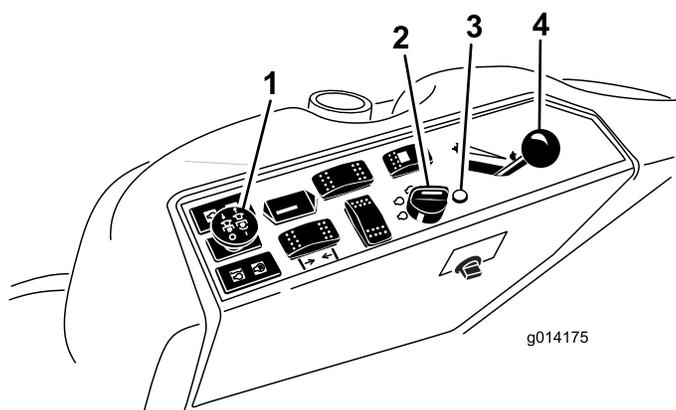

Рисунок 11
4. Переведите выключатель механизма отбора мощности в положение «Выкл.» (Рисунок 11).
- Установите рычаг дроссельной заслонки в среднее положение между «Медленно» и «Быстро» (Рисунок 11).